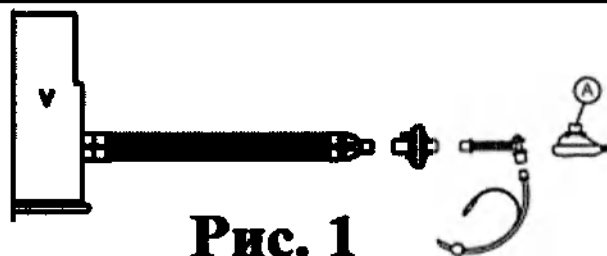

Рис. 1
9. Информация о порядке установки, монтажа, настройки, калибровки и иных действиях, необходимых для ввода медицинского изделия в эксплуатацию	УКАЗАНИЯ ПО ПРИМЕНЕНИЮ: 1. Извлеките контур из защитной упаковки. 2. Непосредственно перед практическим применением на больном необходимо визуально обследовать все компоненты контура и провести их тщательную проверку функционирования и подачи газа. 3. Проверьте целостность контура под давлением. 4. Подключите контур к вентилятору и соедините его с больным. Обращайте особое внимание на следующие моменты: а. при наличии линии мониторинга давления ее необходимо подключать к порту давления на тройниковом соединителе больного и к порту давления устройства вентиляции легких. Если такая линия не нужна, герметично закройте порт давления на тройниковом соединителе больного соответствующей заглушкой. б. Если необходим мониторинг температуры, извлеките заглушку из порта и установите в него температурный датчик. В тот период, когда температурный датчик не используется, закрывайте порт заглушкой. с. Контур ППДД (при постоянном потоке): в тройниковом адаптере больного (по схеме Т или Y) порт выдоха, расположенный напротив потока подачи газа, всегда должен быть открыт; закупорка или частичная непроходимость этого порта может обернуться для больного тяжелыми последствиями, вплоть до смертельного исхода. Идентификация вещества, содержащегося или имеющегося в продукте либо упаковке. Идентификация вещества, не содержащегося или не имеющегося в продукте либо упаковке. ru 30 d. Если контур снабжен влагоуловителем, то этот элемент необходимо расположить в самой нижней точке инспираторной или экспираторной ветви контура. Как можно чаще контролируйте уровень жидкости в влагоуловителе и, по мере необходимости, опорожняйте это устройство; после каждой подобной процедуры проверяйте, надежно ли восстановлена герметичность влагоуловителя. Удаляйте жидкие отходы в соответствии с принятыми в данном медицинском учреждении правилами. е. Контур может иметь односторонние клапаны; перед использованием таких клапанов в работе проверяйте их на рабочую функцию и направление потока. f. Если контур имеет в экспираторной линии клапан (РЕЕР), проверяйте функционирование этого клапана, поворачивая регулировочное кольцо. Ограничение давления достигается поворотом регулировочного кольца против часовой стрелки. Контролируйте заданное давление (в диапазоне от 5 до 20 см водного столба) при помощи манометра. g. Надувная маска (точка А на рис. 1) снабжена подушкой, регулирующей клапан давления. При необходимости присоедините к люэровскому адаптеру клапана шприц и отрегулируйте надувание подушки до нужного уровня. Отсоедините шприц и проверьте систему на герметичность.